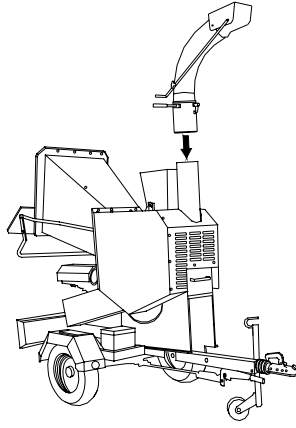

Fig. 4
- Desembalar el tubo de evacuación curvo e insertarlo en su alojamiento, bloqueando la manilla de resorte ( fig. 4 ).